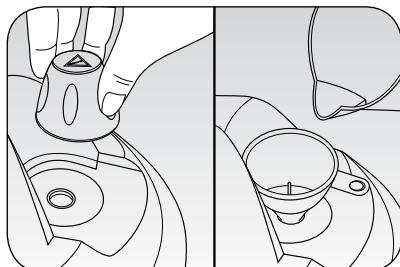

Fig. 1
Dévisser le bouchon de sûreté (L) et, à l'aide de l'entonnoir (2) fourni en dotation, verser environ 2 mesureurs (1) d'eau dans la chaudière (I) (Fig. 1).